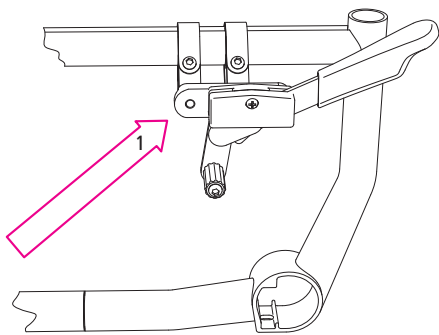

Рис.63
4. Залежно від положення заднього колеса щоб привести гальмо в правильне положення, можливо, доведеться перемістити опорні блоки хрестоподібної поперечини (1, рис. 63).